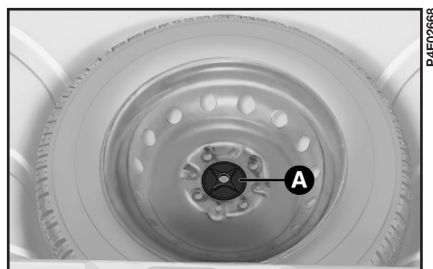

рис. 10
15) Уложите спустившее колесо на опору запасного колеса и закрепите опору в исходном положении фиксатором **A** (рис. 10).